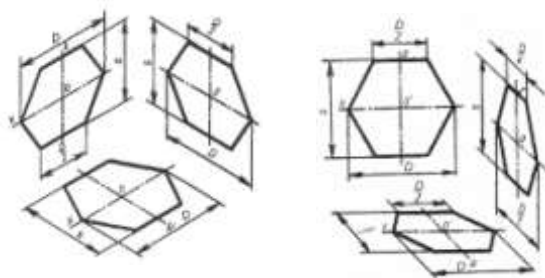

Рис.9,10
1. Шестиугольник расположен во фронтальной плоскости. По оси x , симметрично точке O откладываем радиусы описанной окружности вокруг шестиугольника ($D/2$), равные размеру стороны шестиугольника, а по оси z , также симметрично точке O – отрезки $S/2$, равные половине расстояния между противоположными сторонами шестиугольника. Через точки, полученные на оси z , проводим прямые, параллельные оси x , и симметрично оси z откладываем на них отрезки, равные половине стороны шестиугольника ($D/2$). Полученные шесть точек соединяем отрезками прямых (рис.9,10).
2. Шестиугольник расположен в горизонтальной плоскости. Построение выполняем, как было рассмотрено выше, с той лишь разницей, что расстояние S (для изометрии, рис.9) между противоположными сторонами (для фронтальной диметрии $S/2$, рис.10) откладываем по оси y .
3. Шестиугольник расположен в профильной плоскости. В этом случае размер D (для изометрии, рис.9), $D/2$ - для фронтальной диметрии (рис.10) откладываем по оси y , а размер S – по оси z . В этой проекции сокращаются также стороны шестиугольника, расположенные параллельно оси y (размер $D/4$ – рис.10).